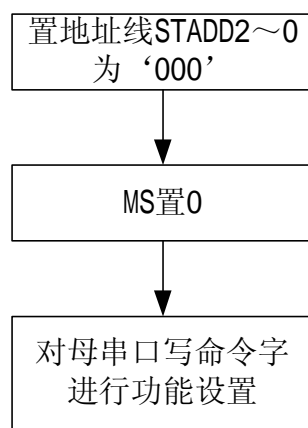
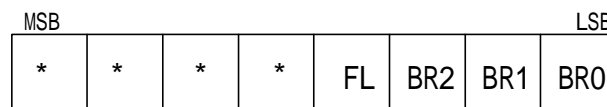

图 7 功能设置流程图
图 8 功能寄存器结构
具体设置方法为：将地址线 STADD2~0 全置为 '0'，外部 MCU 通过母串口写入控制命令对芯片进行设置。设置流程参见图 7：
- 3、对母串口写命令字，该命令字的值为功能寄存器相应位的设置值，但高 4 位必须全为 '1'，以便和无效数据相区别。功能寄存器的结构如图 8 所示：
设置流程参见图 7，功能寄存器结构参见图 8，其中 FL 是用来设置帧长的位，为 ‘0’ 表示 10bit，‘1’ 表示 11bit。
**波特率的设置：**在两种工作模式下，将地址线 STADD2~0 全置为 ‘0’，外部 MCU 可以通过母串口写入特定的控制命令对串口工作波特率进行设置。设置流程参见图 7，功能寄存器结构参见图 8，其中 BR2~0 是用来设置波特率的位。